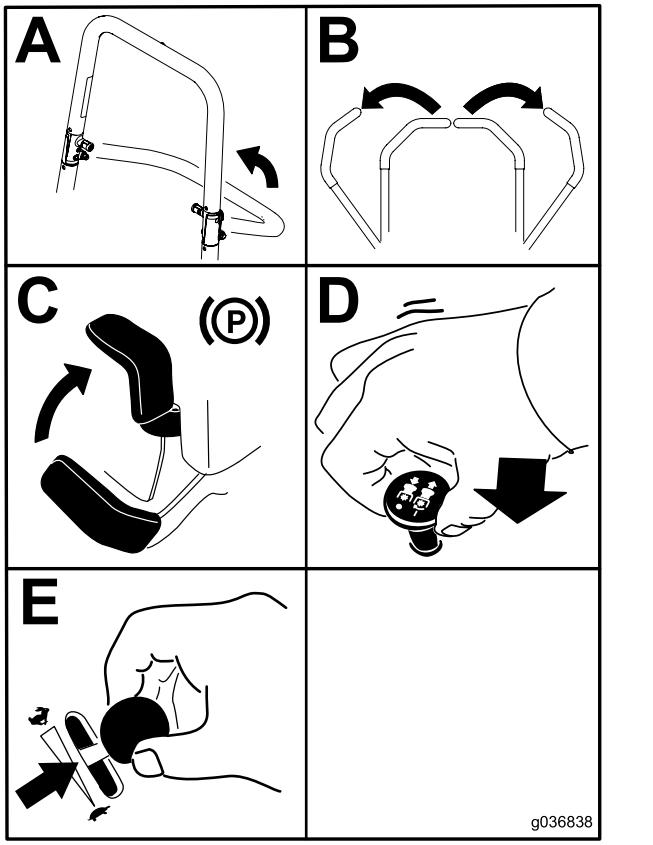

Bild 23
- Stellen Sie den Zapfwellenantriebsschalter in die Aus-Stellung (Bild 23).